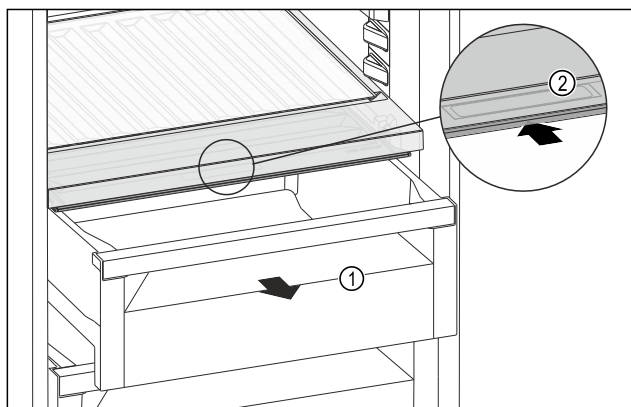

Fig. 101
- Dra ut utdragslådan Fig. 101 (1).
- Ta tag i fördjupningen Fig. 101 (2) på facklocket och skjut samtidigt facklocket bakåt.